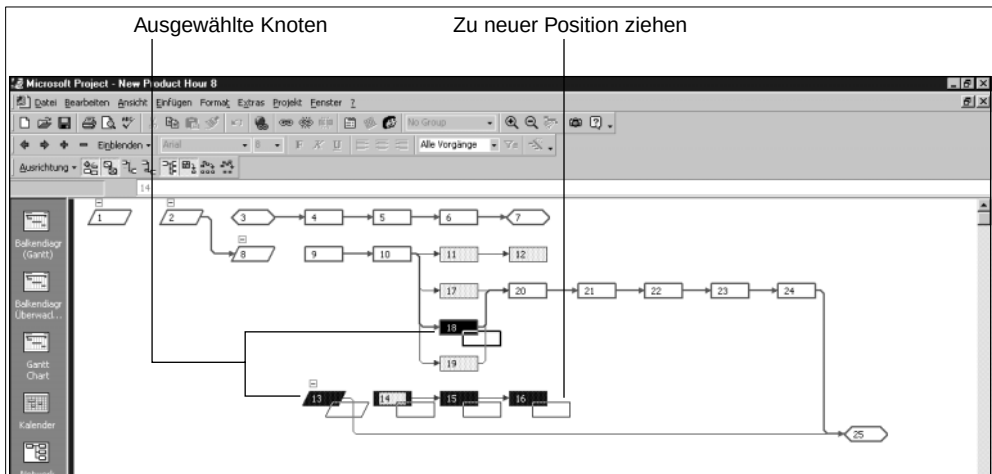

Abbildung 8.13:
4. Zeigen Sie mit dem Mauscursor auf den Rahmen irgendeines gewählten Knotens. Wenn sich die Cursor-Form in eine vierköpfigen Pfeil verändert, klicken Sie den/die Knoten an und ziehen ihn/sie zu der neuen Stelle (siehe Abbildung 8.13).